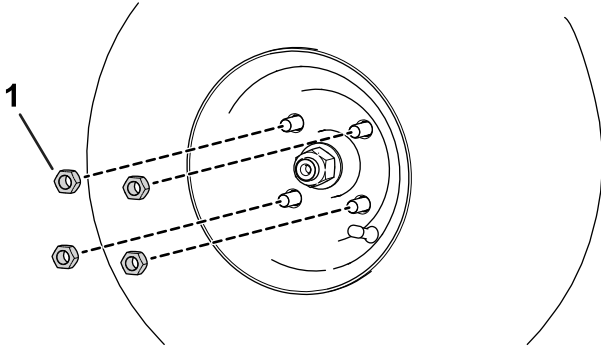

Bild 10
2. Montieren Sie die Radmuttern (Bild 10).